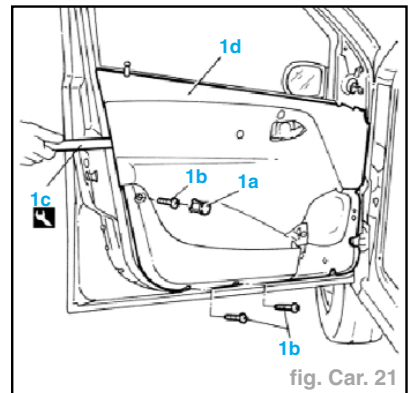

fig. Car. 21
- Retirer le bouchon (**1a**) (fig. Car. 21).